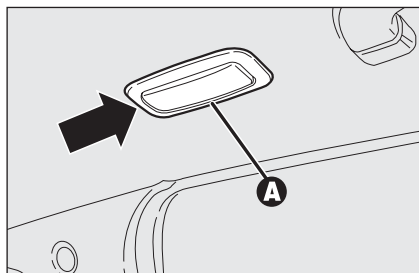

fig. 44
- ☐ saque la lámpara de techo **A-fig. 44** interviniendo en el punto indicado por la flecha;